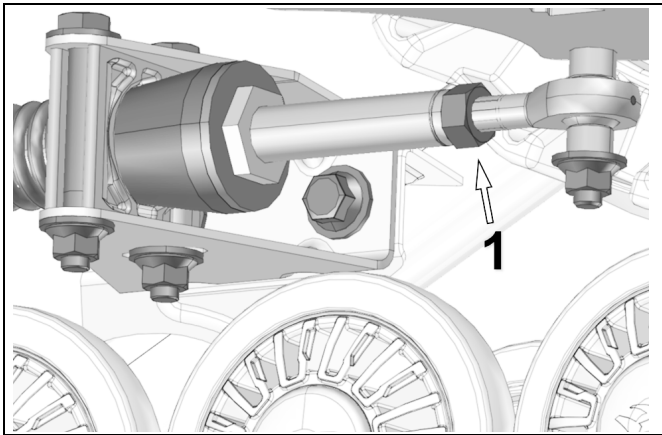

Figure 20
- Une fois le réglage atteint, resserrer le contre-écrou (1). Voir la Figure 20.